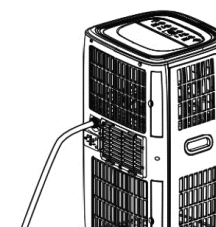

Fig. 2
2. Brancher le raccord à l'extrémité opposée du tuyau à la sortie se trouvant à l'arrière de l'appareil en l'insérant et tourner pour le fixer (Fig. 2).